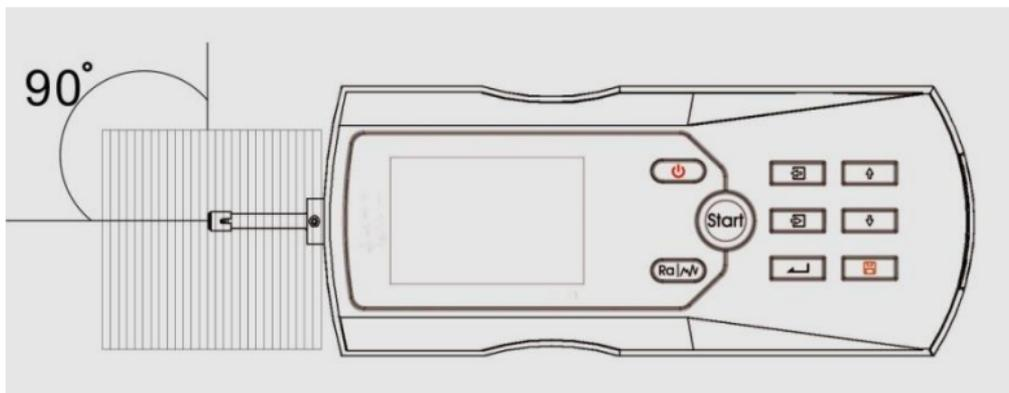

图 2-3 测量方向
- d. 参照图 2-3，传感器的滑行轨迹必须垂直于工件被测表面的加工纹理方向。